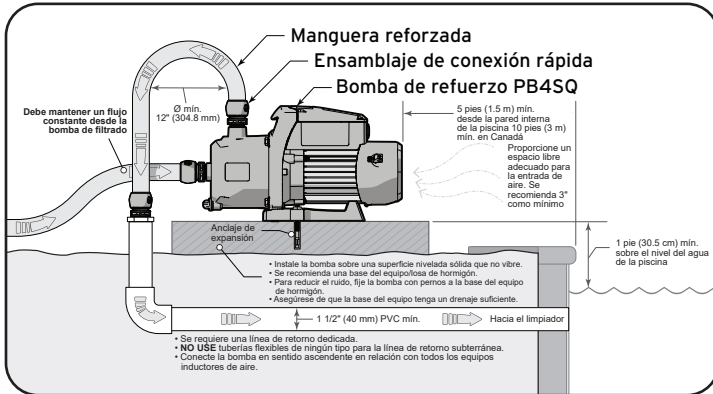

Figura 3. Requisitos de ubicación
- La bomba, junto con los demás equipos de circulación, se debe instalar a una distancia mínima de 5 pies (1.5 m) del borde interno de la piscina. Consulte la Figura 3.
- Se debe colocar la bomba sobre una base sólida que no vibrará. Consulte la Figura 3.
- Fije la bomba con pernos a la base del equipo. Esto también ayudará a reducir el ruido causado por la vibración. Consulte la Figura 3.
- La línea de retorno debe ser de PVC rígido a 1 1/2" (40 mm) como mínimo. Consulte la Figura 3
- Instale la bomba de refuerzo a 1 pie (30.5 cm) de la superficie del agua de la piscina. Consulte la Figura 3
* Se presume la existencia de tres (3) conductores de cobre en un tubo aislador enterrado y una pérdida de voltaje máxima del 3 % en el circuito de la derivación. Deben cumplirse todas las normativas locales y National Electrical Code® (NEC®). La tabla muestra el tamaño de cable mínimo y las recomendaciones sobre el fusible de derivación para una instalación corriente conforme al NEC.
2. Asegúrese de que la bomba esté instalada y bien sujeta a una base sólida. Consulte la Figura 3.